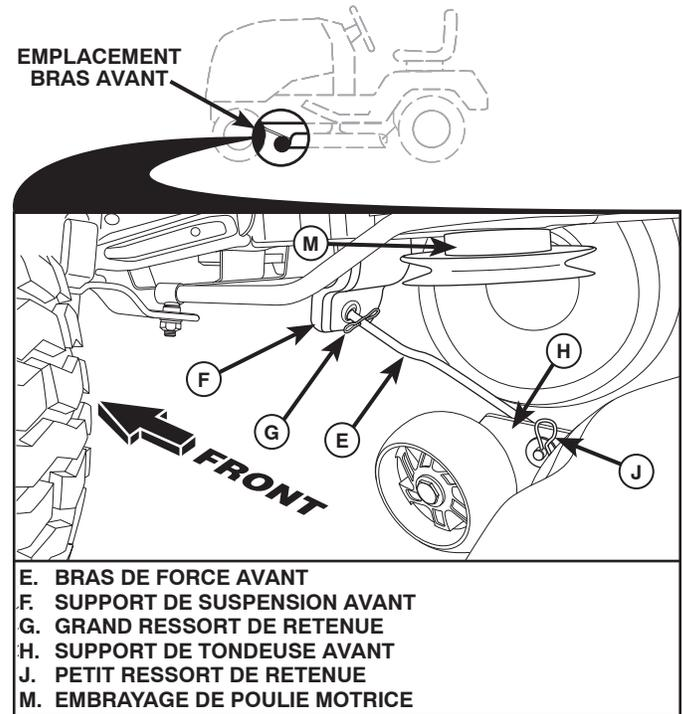

Fig. 35
## 8. ATTACHER LE BRAS AVANT (E) (Voir la Fig. 35)
- Depuis le devant du tracteur, insérer l'extrémité de la tige du bras avant (E) dans le trou dans le support de suspension avant du tracteur (F).
- Déplacer vers le côté gauche de la tondeuse et insérer un grand ressort de retenue (G) dans le trou devant le bras (E) derrière le support de suspension avant (F).
- Insérer une autre extrémité du bras (E) dans le trou dans le support avant de la tondeuse (H) et fixer avec une rondelle et un petit ressort de retenue (J).